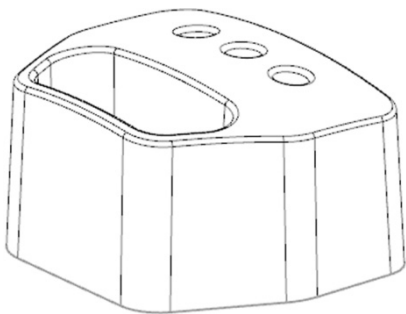

图 14-1 产品结构图
(1) 启动 NX 10.0，打开 bitong.prt 零件，产品结构如图 14-1 所示。